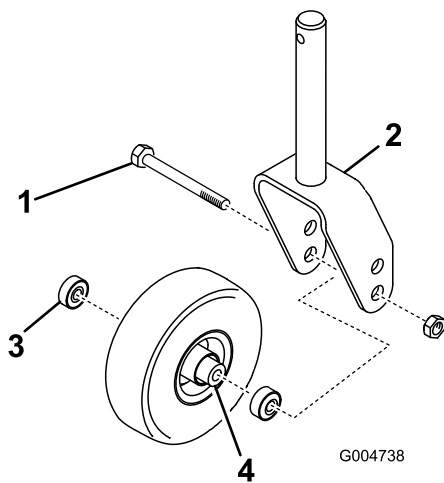
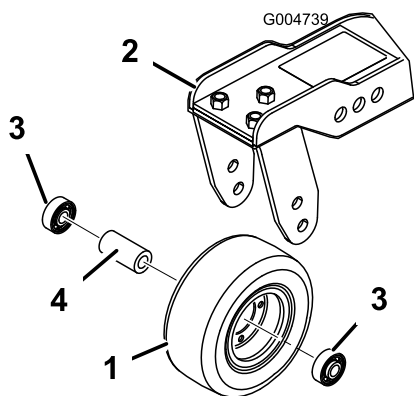

Рисунок 106
Рисунок 107
1. Снимите контргайку с болта, удерживающего узел поворотного колеса между вилкой (Рисунок 106) или рычагом поворотного колеса (Рисунок 107). Захватите поворотное колесо и выньте болт из вилки или поворотного рычага.
2. Извлеките подшипник из ступицы колеса и дайте выпасть распорной втулке подшипника (Рисунок 106 и Рисунок 107). Снимите подшипник с противоположной стороны ступицы колеса.